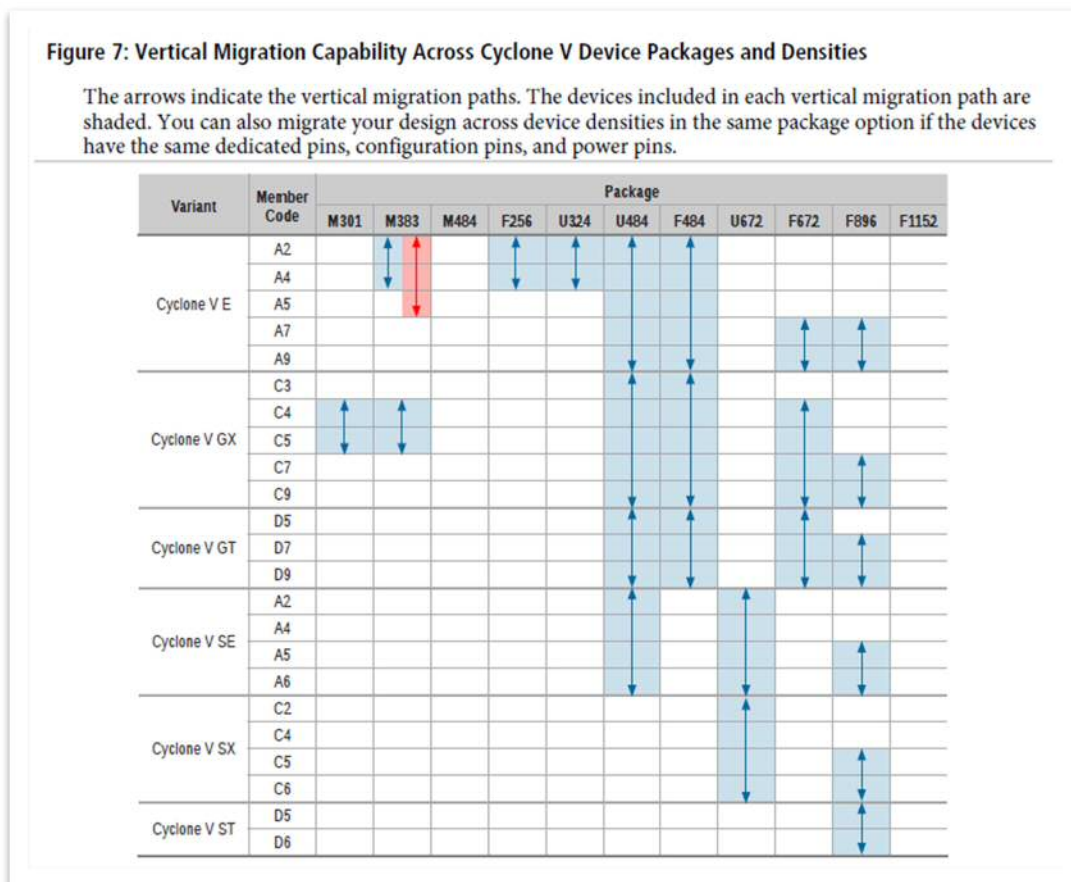

図 3-1 Vertical Migration Capability の例
- Vertical Migration Capability (図 3-1)